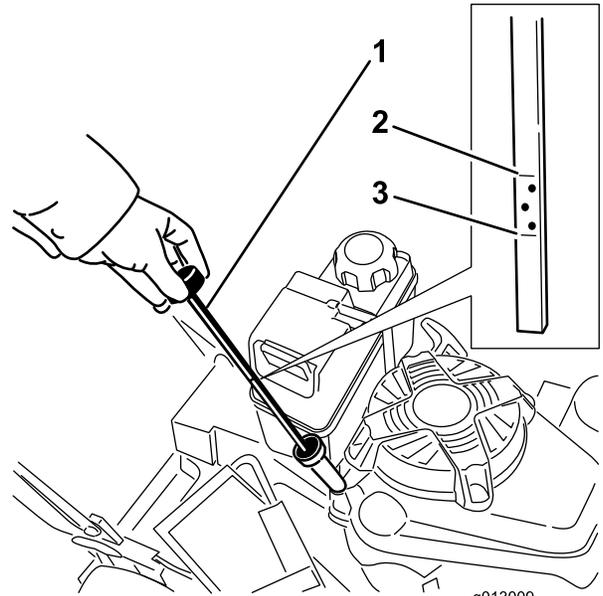

Figure 8
2. Dévissez le bouchon et sortez la jauge (Figure 8).
6. Observez le niveau d'huile indiqué par la jauge (Figure 8).